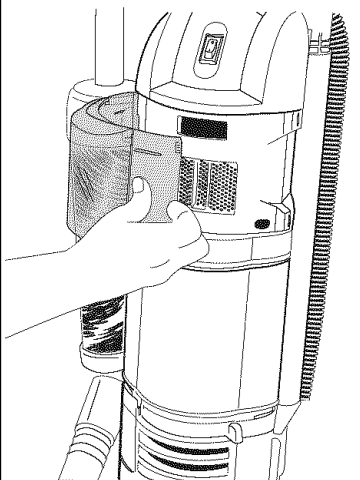

FIG. 14
**Step 1:** Remove top filter cover by grasping right edge and pivoting to the left (FIG. 14).
**Étape 1 :** Enlevez le couvercle du filtre du haut en saisissant le côté droit et en le pivotant vers la gauche (FIG. 14).
**Paso 1:** Quite la tapa del filtro tomando el borde de la derecha y abriéndola hacia la izquierda (FIG. 14).